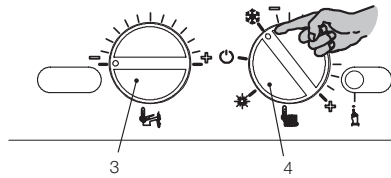

Рисунок 2.2
- Поверните переключатель 4 так, как показано на рисунке (Рисунок 2.2)